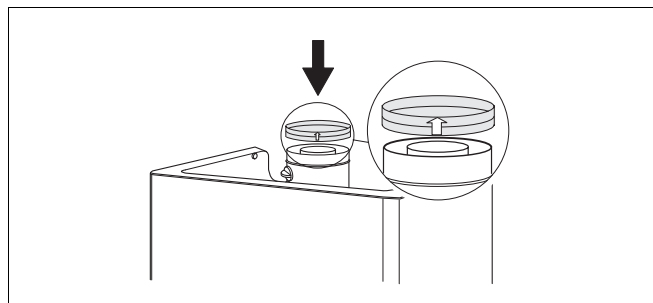

Рис. 17 Манжетное кольцо
- Используя Ubbink-отводные системы газа необходимым есть манжетное кольцо(рис. 17) для того, чтобы сделать совместимым водонагреватель.